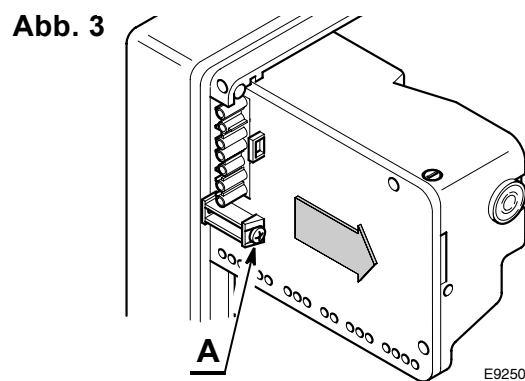

Abb. 3
- Das Steuergerät vom Brenner nehmen, indem die Schraube (**A**, Abb. 3) gelockert und in Pfeilrichtung gezogen wird.
- Das mitgelieferte, neue Steuergerät installieren. Dazu muss es mit der Schraube (**A**, Abb. 3) am Brenner befestigt werden. Die Schraube mit einem Drehmoment von $1 \div 1,2$ Nm festziehen.
- Die Schraube (**A**, Abb. 3, S. 1) abschrauben und das Steuergerät vom Brenner trennen.
- Das neue Steuergerät **MO550** installieren. Dazu muss es mit der Schraube (**A**, Abb. 3, S. 1) am Brenner befestigt werden. Die Schraube mit einem Drehmoment von $1 \div 1,2$ Nm festziehen.